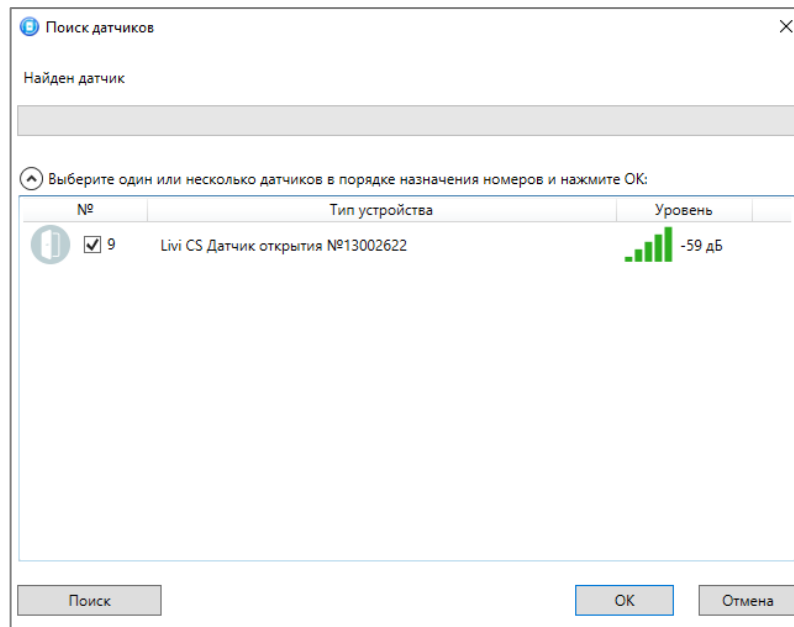

Рисунок 4.39 — Поиск радиоустройства
- В следующем окне (см. рисунок 4.39) будет отображен список устройств, доступных для связывания в радиусе действия радиоканала. Если подключаемого устройства нет в списке, то его следует повторно перевести в режим связывания (любое устройство серии Livi находится в режиме связывания ровно 60 секунд).